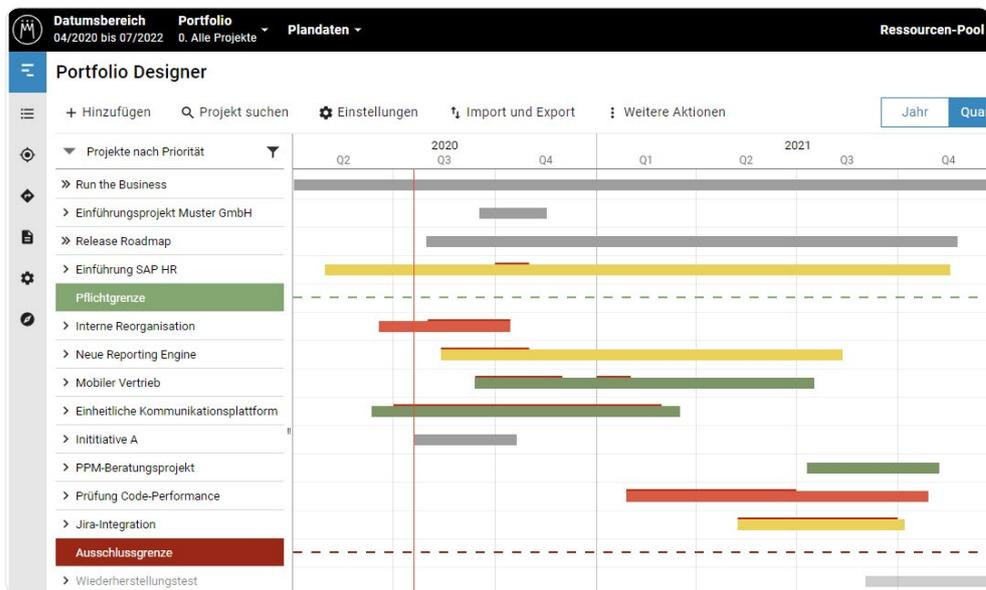

Abbildung 12: Mit Hilfe der Gantt-Einfärbung werden kritische Projekte im Portfolio-Board-Meeting schnell identifiziert.
Schritt 4: Schließen Sie den Vergleich und das Szenario, so dass wieder der Plandatenstand angezeigt wird. Färben Sie nun die Projekte im Gantt-Bereich nach dem Status. So können Sie kritische Projekte schnell identifizieren (siehe Abbildung 12).